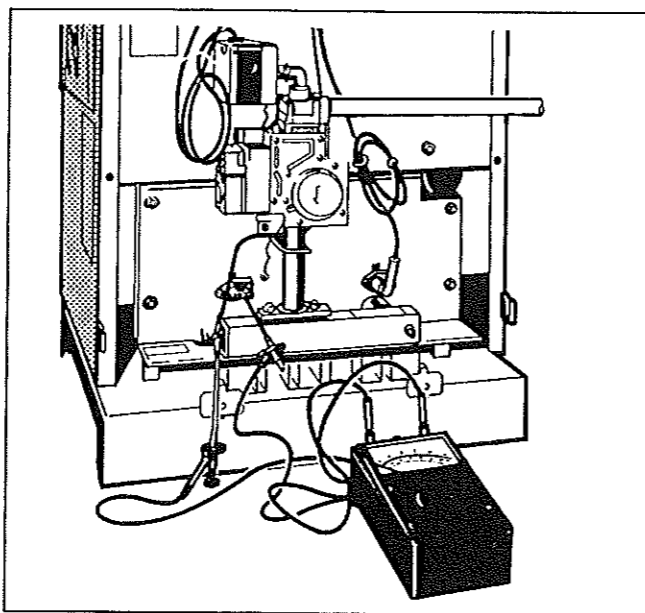

Fig. 15: Misurare la corrente di ionizzazione
- Collegare in serie l'apparecchio di misurazione al cavo ed all'elettrodo di controllo (Fig. 15). Per la misurazione selezionare il campo μA -corrente continua all'apparecchio di misurazione.